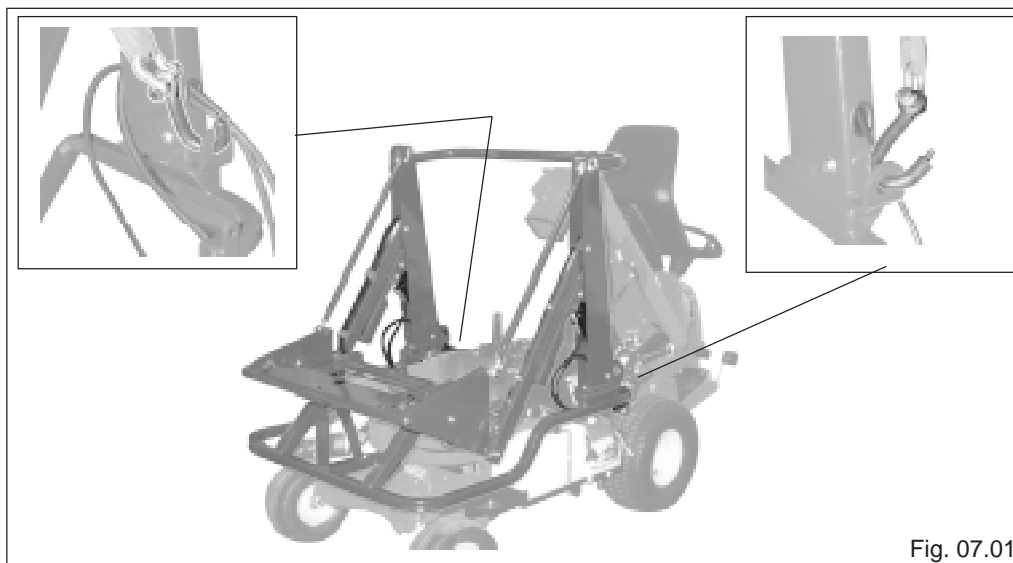

Fig. 07.01
**Posizionare l'elevatore sul telaio del Play Green movimentandolo mediante i punti di sollevamento visibili in Fig. 07.01**
Position the elevator on the Play Green body by moving it with the lifting points that can be seen in Fig. 07.01.
Positionner l'élévateur sur le châssis de la Play Green en le déplaçant à l'aide des points d'ancrage visibles sur la Fig. 07.01
Positionieren Sie die Hochentleerung auf dem Untergestell vom Play Green mit der Hilfe von den Aufhebungspunkte, siehe Abb. 07.01